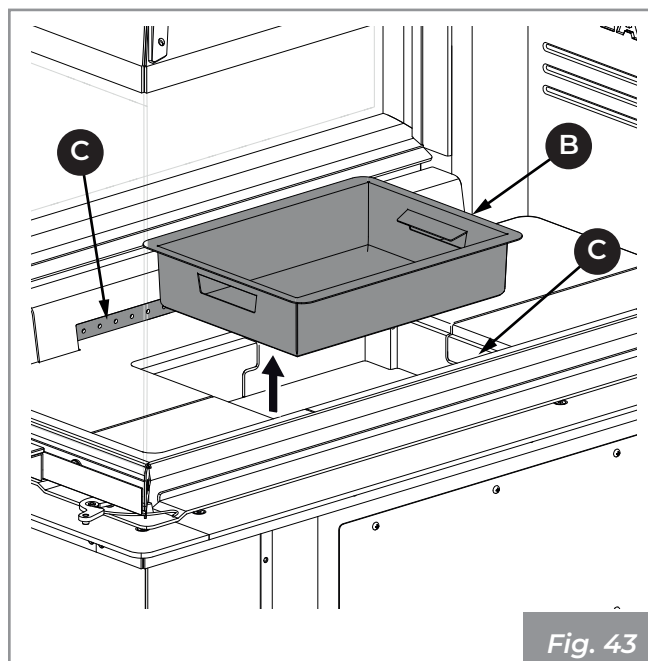

Fig. 43
- 2) Extraer el cajón de cenizas (B) de la base y aspirar la ceniza eventual depositada en los compartimientos subyacentes (Fig. 43).
- 3) Aspirar los orificios delanteros y traseros (C) del distribuidor de aire comburente para evitar acumulaciones de cenizas (Fig. 43).